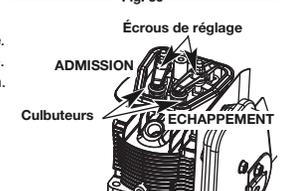

Fig. 37
7. Glissez la jauge d'épaisseur entre le culbuteur et le ressort de rappel de la soupape. Mesurez le jeu entre la tige de soupape et le culbuteur (Fig. 37). Faites-le pour les soupapes d'admission et d'échappement.